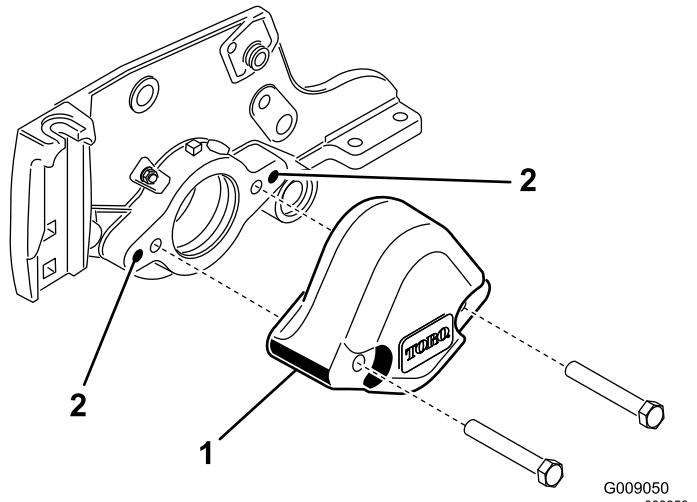

図 4
4. 3/8-16 タップを使って、サイドプレートの取り付け穴の内壁のペイントを除去する。図 4。
3. カウンタウェイトをカッティングユニットの左側に固定しているボルト2本を外す。カウンタウェイトを取り外す図 4。